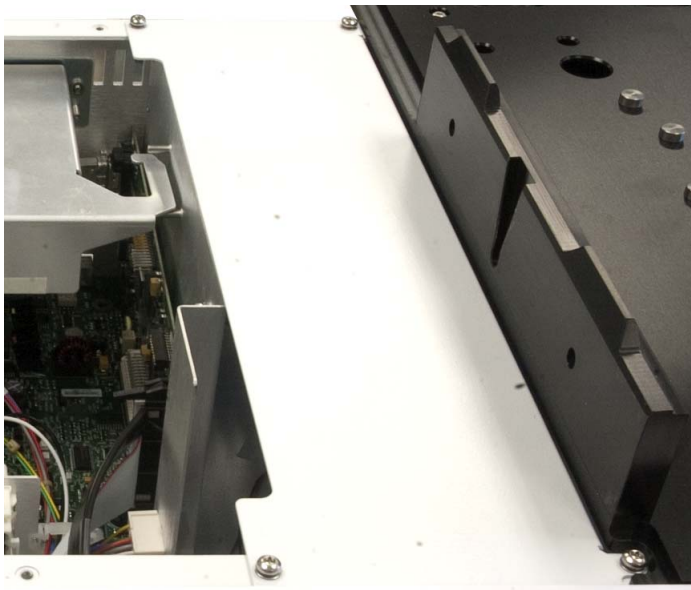

図 67 右上のメインフレームカバーを外す
- 5 メインフレーム右上のカバーを固定する 4 つの T-20 トルクスネジを外し、カバーを取り外します (図 67)。